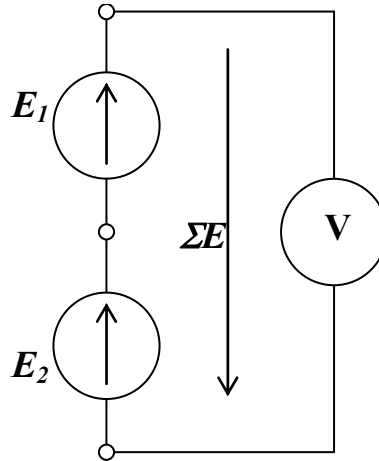

Рис. 3.9
7. Соберите цепь с последовательным соединением источников напряжения согласно схеме на рис. 3.9, используя в качестве источника E_1 регулируемый источник с установленным на нем напряжением согласно заданию варианта, а в качестве E_2 – нерегулируемый с напряжением 15 В.